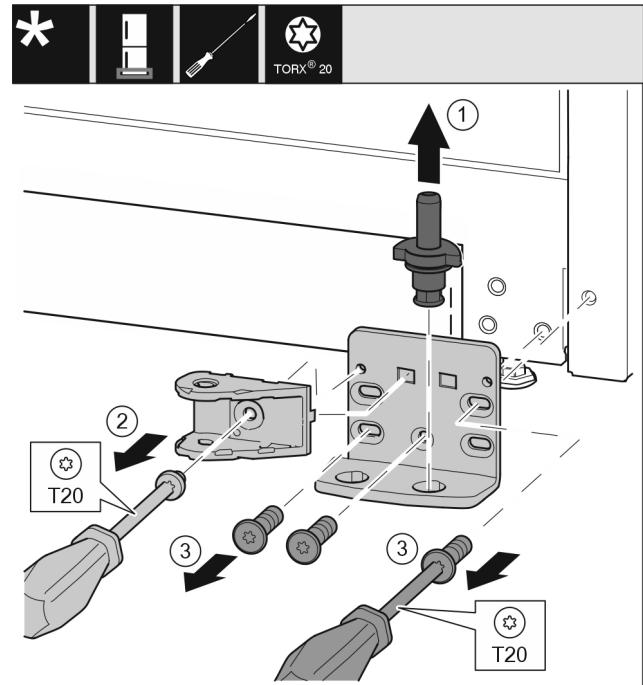

Fig. 24
- ▶ Lagerbolzen Fig. 24 (1) komplett nach oben herausziehen.
- ▶ Schraube Fig. 24 (2) mit Schraubendreher herausdrehen und Schließdämpferverbindung abnehmen.
- ▶ Schrauben Fig. 24 (3) mit Schraubendreher herausdrehen und Lagerbock abnehmen.